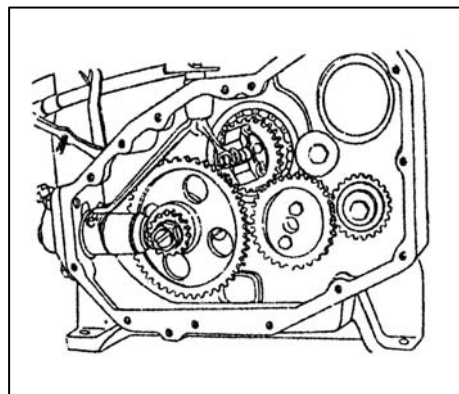

Рис. 6
2. При установке коленчатого вала, маховикового уравновешивающего механизма и распределительного вала на блок цилиндра, абсолютно необходимо, чтобы метки на всех шестернях были совмещены друг с другом, как показано на Рис. 6.